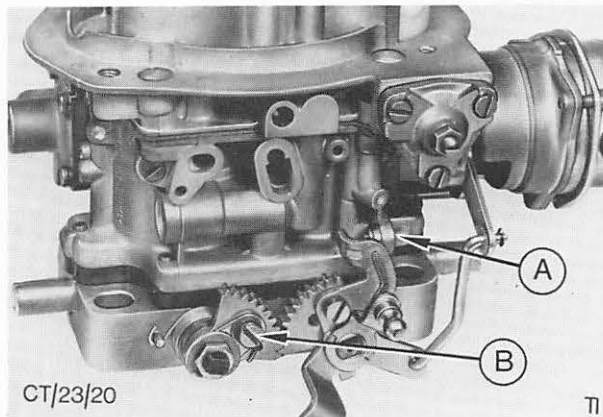

Abb. 97 Drosselklappen-Synchronisierung einstellen
19. Drosselklappen-Synchronisierung prüfen und einstellen. Abb. 97.